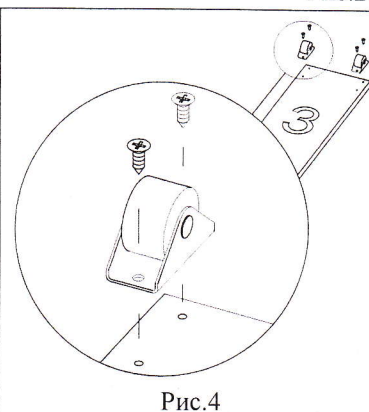

Рис. 4
4. Шурупами 4×16 прикрепить откатные ролики к детали №3 (см. рис. 4).